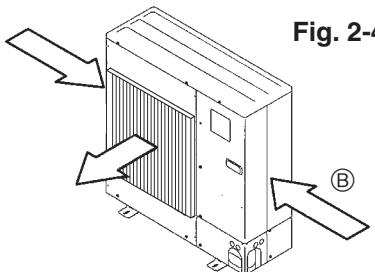

Fig. 2-5
- ③ Se possibile, posizionare l'unità in modo che la bocca di uscita soffi perpendicolarmente alla direzione del vento stagionale. (Fig. 2-5)
- ④ Direzione del vento